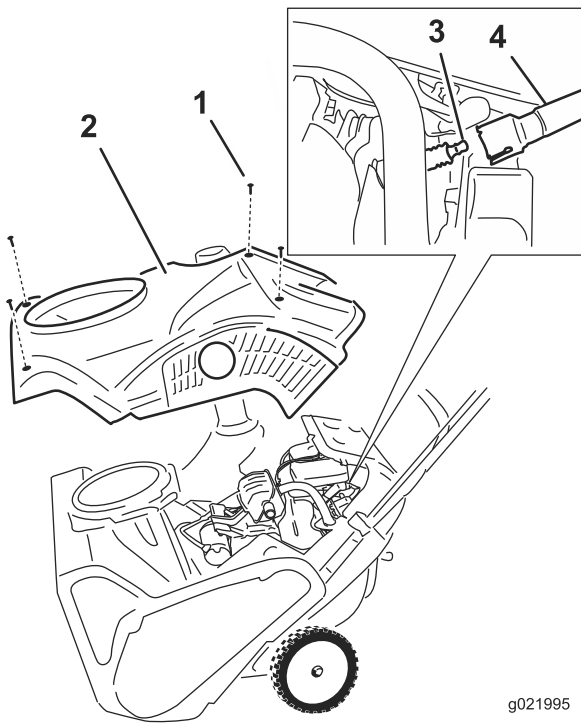

Figure 31
4. Enlevez les 4 vis de fixation du carénage (Figure 31).
6. Déposez le carénage (Figure 31).